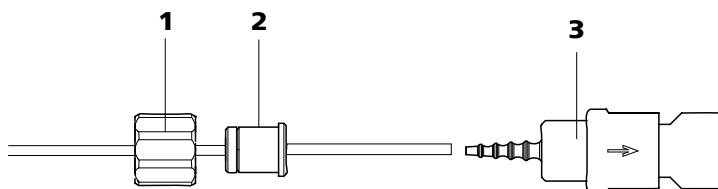

Figura 28 Instalar a conexão do tubo de bomba com filtro
Para proteger o MSM de material particulado ou da proliferação de bactérias, uma conexão de tubo com filtro (6.2744.180) (28-3)(ver figura 28, página 52) deve ser instalada entre a bomba peristáltica e os capilares de entrada do MSM.
- **Possibilidade A:** uma conexão do tubo de bomba **com filtro** 6.2744.180 (ver figura 28, página 52) ou